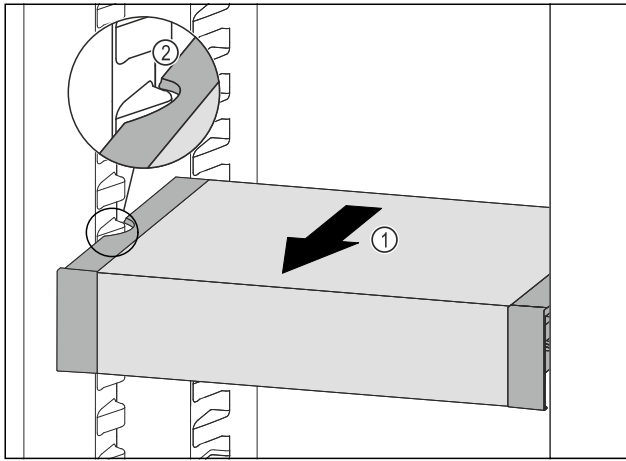

Fig. 105
- ▶ Tire del VarioSafe hacia delante Fig. 105 (1) hasta que los huecos laterales del VarioSafe se encuentren a la altura de la nervadura del recipiente en el compartimento del frigorífico. Fig. 105 (2)